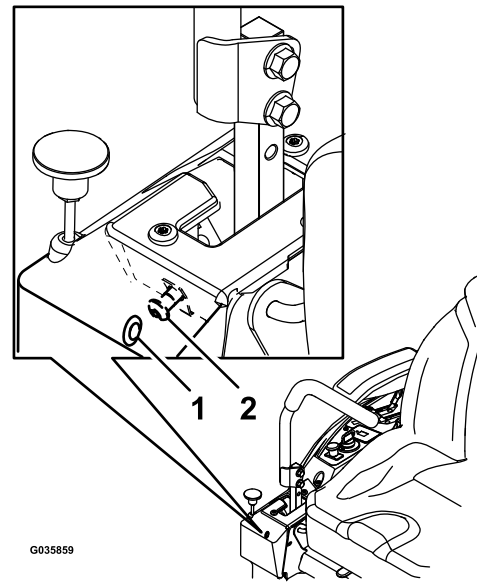

Figura 87
6. Si la máquina se desvía hacia la derecha, inserte una llave hexagonal de 3/16" a través del taladro de acceso en el panel de la cubierta delantera derecha, y gire el tornillo de dirección en el sentido de las agujas del reloj o en sentido contrario a las agujas del reloj para ajustar el desplazamiento de la palanca (Figura 87).
7. Si la máquina se desvía hacia la izquierda, inserte una llave hexagonal de 3/16" a través del taladro de acceso en el panel de la cubierta delantera derecha, y gire el tornillo de dirección en el sentido de las agujas del reloj o en sentido contrario a las agujas del reloj para ajustar el desplazamiento de la palanca (Figura 87).